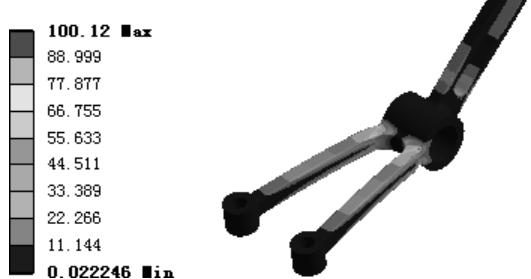

图 6.2.9 等效应力结果图解
(1) 查看等效应力结果图解。在“Outline”窗口中单击选中 Equivalent Stress，查看图 6.2.9